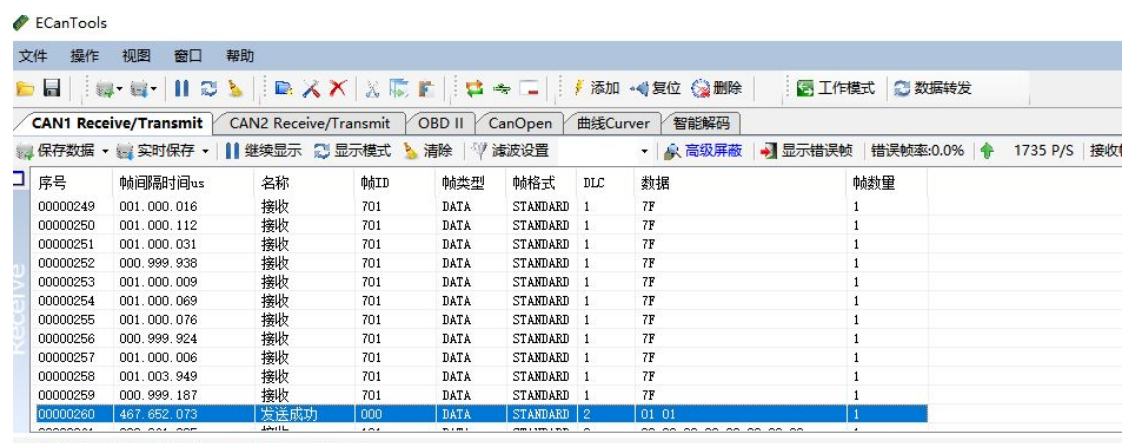

图 5.3 NMT 命令监控界面
使用 ECanTools 软件命令 GCAN-4055 进入操作状态的步骤是：①将从站节点号填入 ID 后面的文本框中，②点击添加从站按钮，③打开节点左侧的+号，并点击“NMT”，④选择“Start Remote Node”（默认），点击下方的“NMT”按钮。如图 5.3 所示，发送后可在 ECanTools 监控界面中查看到 NMT 命令，且发送完 NMT 命令后，节点状态变为 0x05（操作状态）。